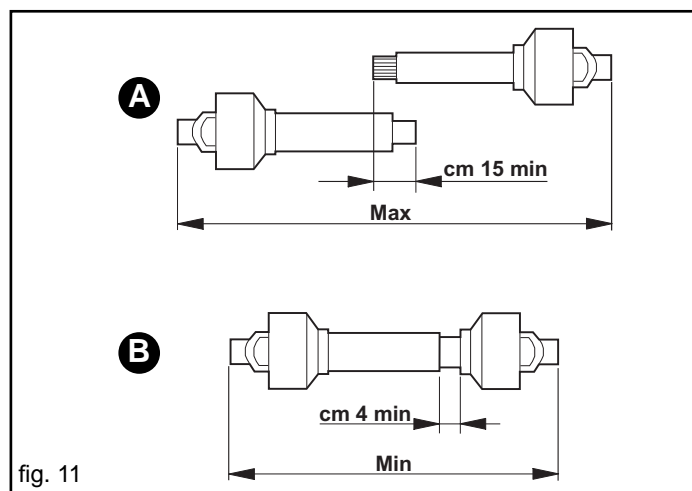

fig. 11
- Quand l'arbre à cardans est déboîté au maximum, les deux tubes doivent se superposer d'au moins 15 cm (A Fig. 11). Quand il est entièrement rentré, le jeu minimum admissible sera de 4 cm (B Fig. 11).